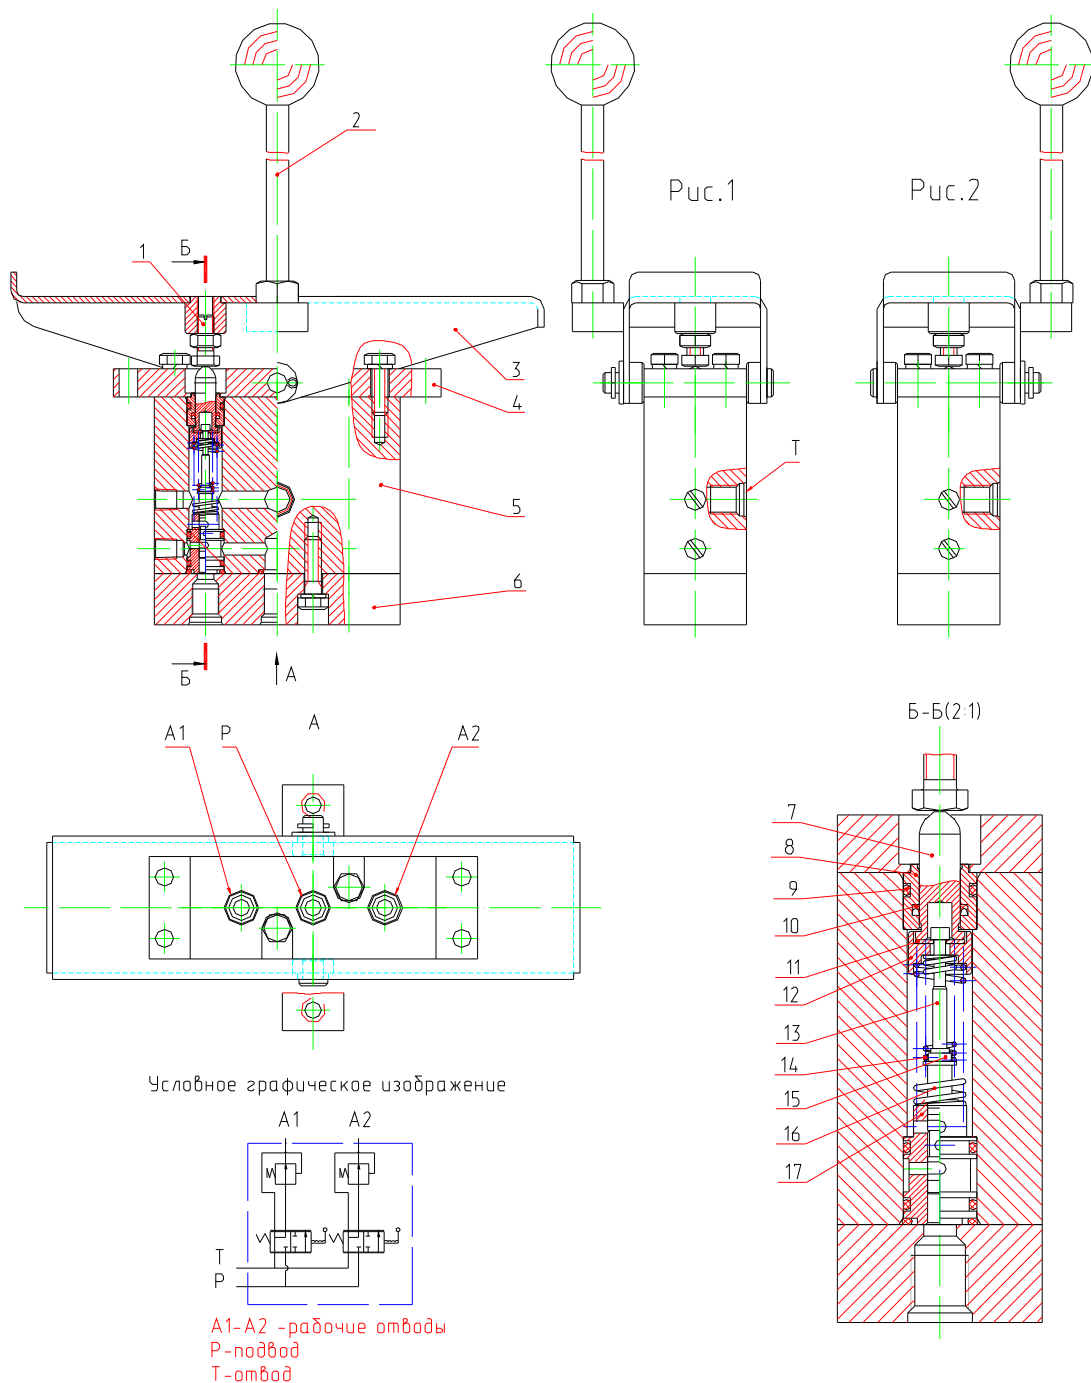

Рис. 37 Педальный блок управления ходом.
2) **Педальный блок управления** (рис.37) – двухзолотниковый с возможностью включения одного из золотников педалью и с возвратом в нейтральное положение рычага при снятии с него управляющего усилия.